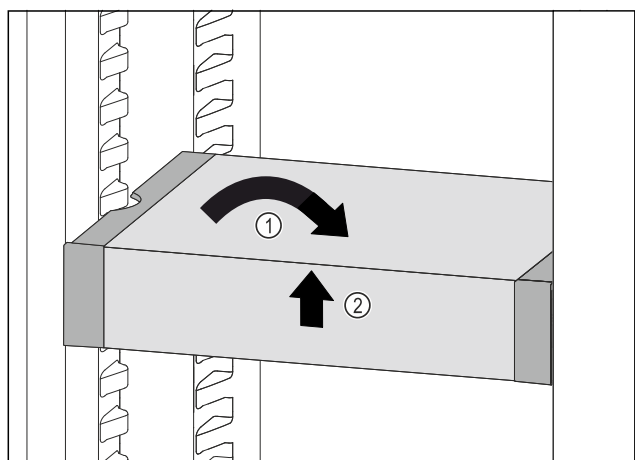

Fig. 156
- ▶ Установите VarioSafe прямо. Fig. 156 (1)
- ▶ Приподнимите VarioSafe спереди. Fig. 156 (2)